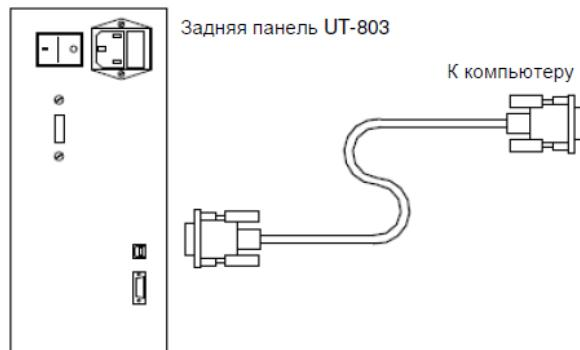

Рисунок 14
A. Подключение мультиметра к компьютеру (см. рисунок 14)